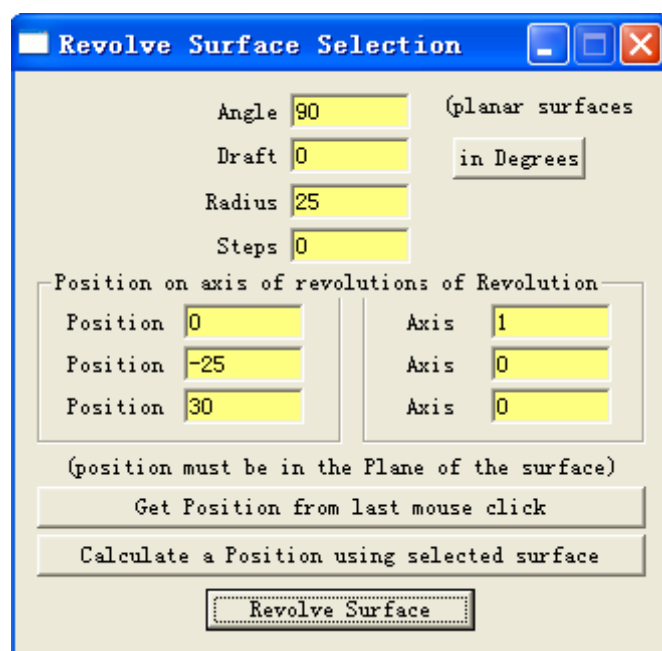

图 4.1.3
4. 在位置坐标栏输入 0, -25, 30; 1, 0, 0（见图 4.1.3）